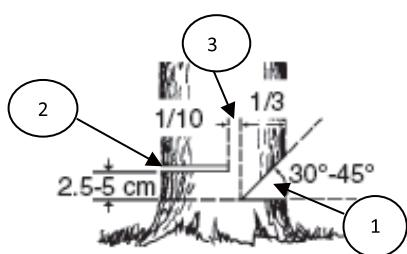

Рис.11
9. Выберите направления падения дерева, для этого следует учсть силу и направление ветра, естественный наклон дерева, равномерность распределения веток в кроне дерева. Начните пилить с той стороны дерева, куда оно должно упасть (Рис.11).